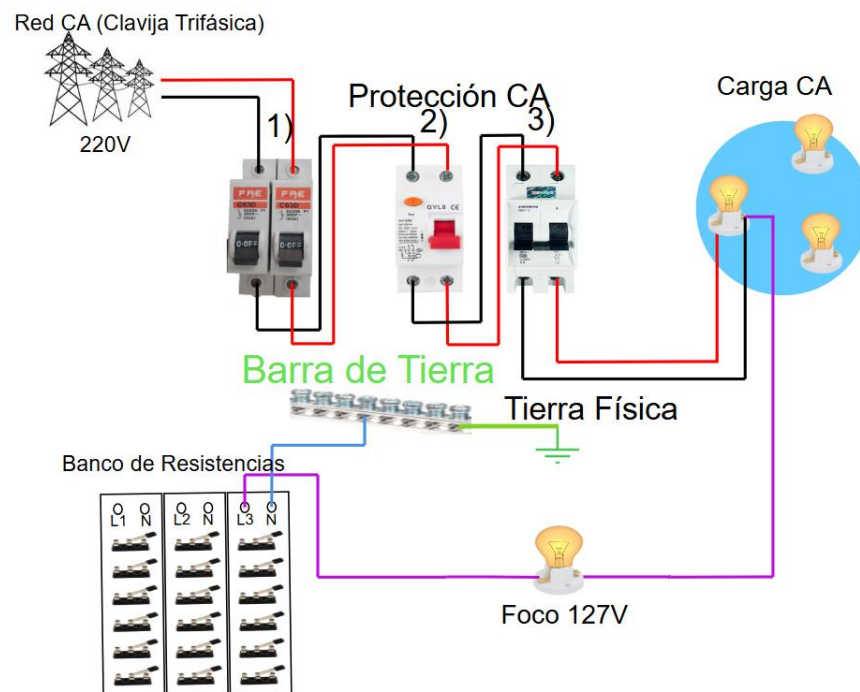

Fig. 86. Diagrama para activar la protección diferencial con una corriente de fuga a tierra.
1. Sube la palanca del interruptor diferencial marcado con un “2)” en la **Fig. 86** y presione el botón marcado con una T.
2. Sube la palanca de accionamiento del interruptor marcado con “1)” en la **Fig. 86**.
5. Realice las conexiones de la **Fig. 86**, coloque todas las cuchillas del Banco de Resistencias en su posición central, no deje ninguna haciendo contacto y coloque un foco de 127 [V] en el socket.
Nota: La Barra de Tierra está ubicada debajo de las protecciones eléctricas y conectada directamente tierra, solo es necesario conectar el cable del Banco de Resistencias a la Barra de Tierra (Cable azul de la Fig. 86).
6. Sube las palancas de accionamiento de las tres protecciones, ver la **Fig. 86**, en el siguiente orden "1), 2) y 3)".